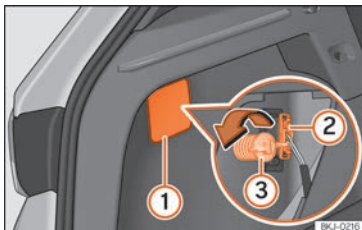
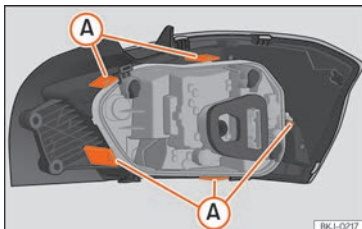

Fig. 54 Coffre à bagages : accès à la vis de fixation du feu arrière.
Fig. 55 Languettes de fixation au dos du feu arrière.
» fig. 54 ①.
- Retirez le connecteur ② de l'ampoule.
- Dévissez à la main ou à l'aide d'un tournevis la vis de fixation du feu ③.
- Déposez le porte-ampoule en déverrouillant les languettes de fixation » fig. 55 A.